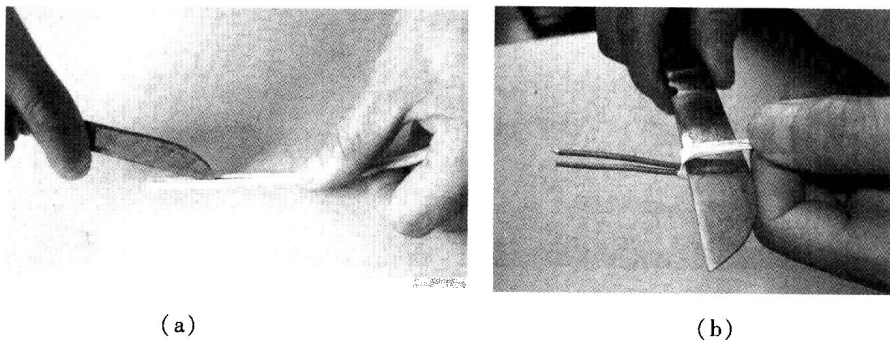

图 1-13 用电工刀剥削护套线
(1) 用电工刀的刀尖按所需长度对准护套线的中间线隙(二芯护套线的中间不会碰到线芯),划开护套层,如图 1-13(a)所示。
(2) 将护套线的护套层向后翻转,用电工刀齐根割断,如图 1-13(b)所示。
(3) 用电工刀按上述剥削绝缘层的方法进行剥削。